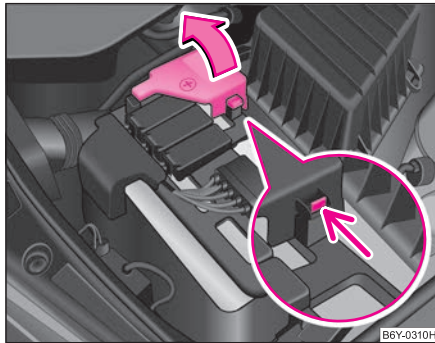

Abb. 145 Batterie:
- Entriegeln Sie die Verrastung an der Pluspol-Seite der Batterie ⇒ Abb. 145.